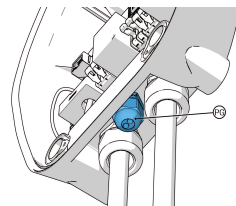

Abb. 3a
- Für **Dazebox C**, dargestellt in Abbildung 3a und 4a, muss das geschirmte Netzkabel durch ein Loch im Kabelverschraubungselement (PG) geführt werden, indem der Blindboden mit einem Schraubenzieher durchbrochen wird. Diese Kabelverschraubung hat zwei Blindlöcher Ø5 mm, eines ist für den Power Manager vorgesehen, das andere für das Bipolarkabel der Auslösespule (siehe Installationshandbuch Dazebox C).